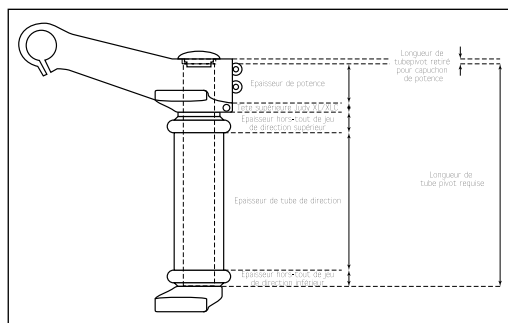

Fig. 3
3. Il sera peut-être nécessaire de couper le tube pivot à la longueur voulue. Pour couper le tube pivot, il est nécessaire de retirer les tubes supérieurs. Ceci permet d'éviter que les tubes supérieurs n'entravent l'opération de raccourcissement du tube pivot. La longueur du tube pivot est déterminée par les dimensions des pièces suivantes : collier de serrage du tube pivot de la tête supérieure XL, collier de serrage du tube pivot de la potence, tube de direction du cadre et pile de jeu de direction supérieure et inférieure (voir Fig. 3). Pour faciliter l'assemblage, ne montez pas la tête supérieure de votre XL sur les tubes supérieurs avant d'avoir coupé le tube pivot à la longueur voulue et d'avoir fixé la tête